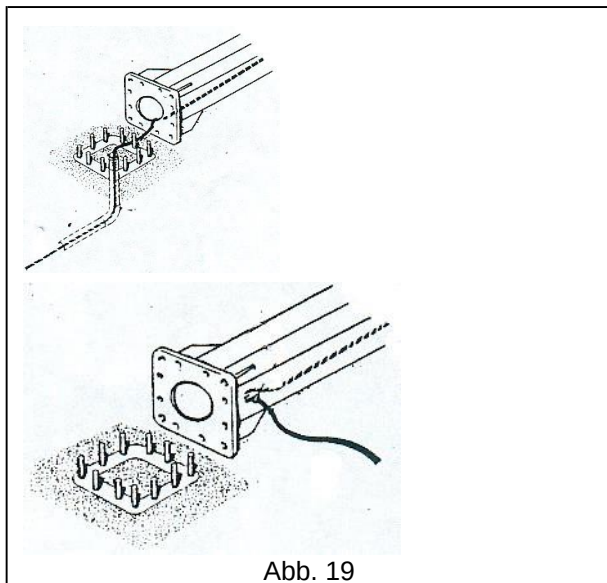

Abb. 19
2. Die Versorgungsleitung in die Säule einführen und aus der Inspektionsklappe am Schleifring wieder austreten lassen. Dazu muss die Säule auf dem Boden liegen. An der Säule befindet sich auch eine Bohrung mit Kabeldurchlass, wenn das Kabel von außen kommt (Abb. 19).